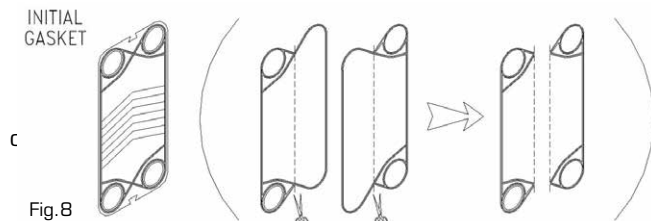

Fig.8
- Corte las dos juntas a lo largo del eje vertical y utilice las dos partes con anillos de estanqueidad alrededor de las perforaciones (Fig.8) para formar una junta inicial completa. Las